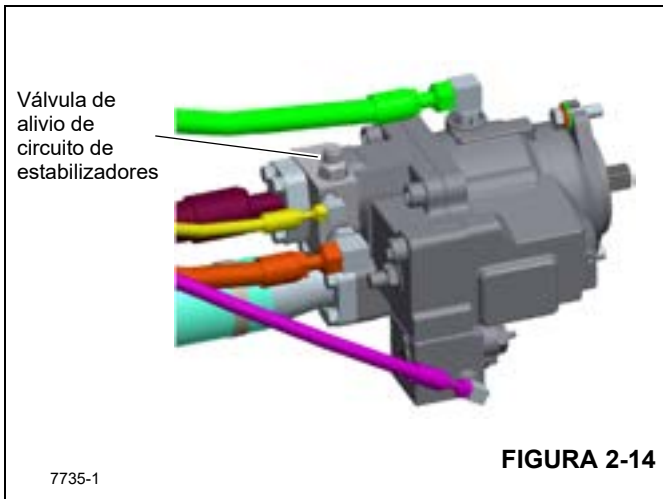

FIGURA 2-14
1. El circuito de estabilizadores tiene una sola válvula de alivio en el colector de la bomba con un ajuste de 207 bar (3000 psi) como se muestra en la Figura 2-14.